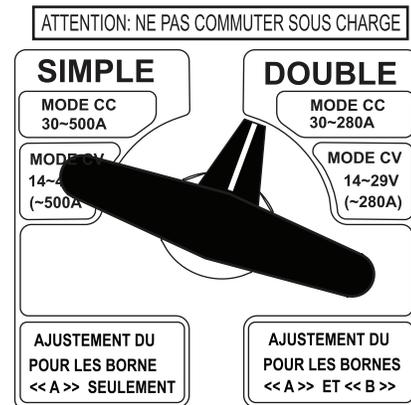

Figure 45. Sélecteur simple-double (double position)
1. Placer le sélecteur de Mode de soudure (Figure 45) en position **double** mode. Sélectionner le mode CC 30-280A.